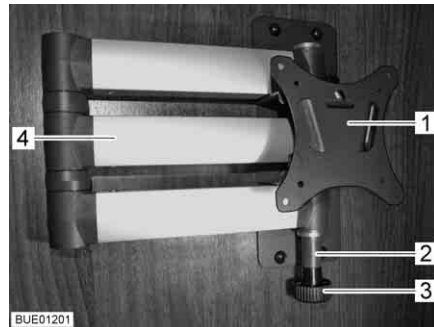

Fig. 67 Soporte con brazo articulado
- Tirar del botón de desbloqueo (Fig. 67,3). El brazo articulado (Fig. 67,4) estará desbloqueado.
- Girar la pantalla plana de regreso a la posición inicial hasta que el soporte (Fig. 67,1) engatille en el bloqueo (Fig. 67,2).